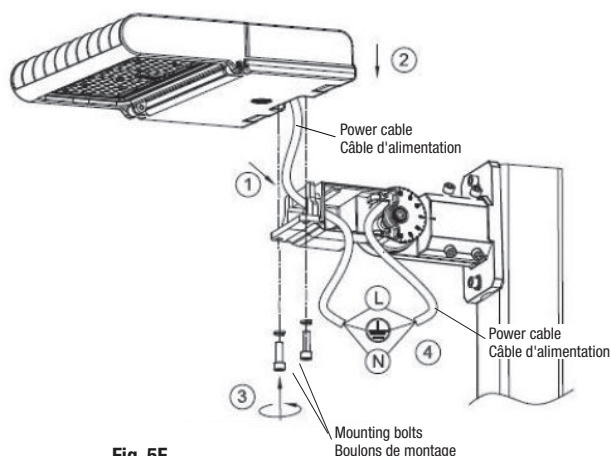

Fig. 5F
7. Follow the SLIP FITTER mount installation and apply power (Fig. 5F).
7. Suivre l'installation du MONTAGE AVEC JOINT D'ARTICULATION et mettre sous tension (Fig. 5F).